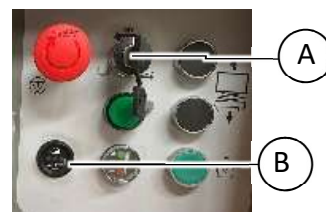

Abb. 3
3. Schalten Sie die Maschine ein, indem Sie den Schlüssel einstecken und den Schlüsselschalter (A Abb. 3) gegen den Uhrzeigersinn drehen, um die Bedienelemente im Korb zu aktivieren.
4. Prüfen Sie, ob das grüne oder gelbe Licht (B Abb. 3) der Batterieladeanzeige leuchtet.